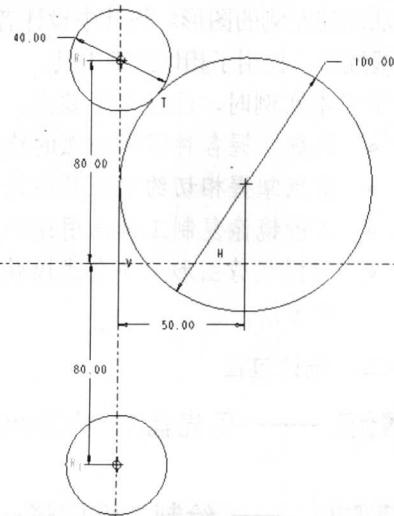

图1-5 绘制第三个圆
- (3) 绘制第三个圆，该圆与第一个圆等半径，结果如图 1-5 所示。